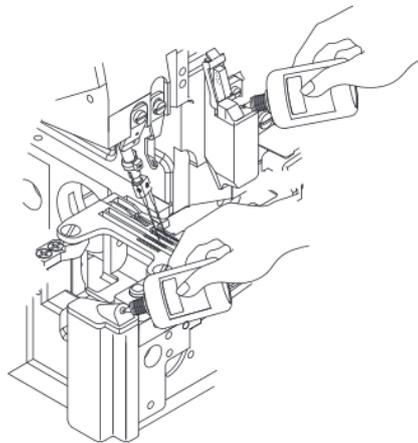

Fig. 16 / Fig. 16
3. Смазка для охлаждения иглы: силиконовая смазка. (Рис. 16)